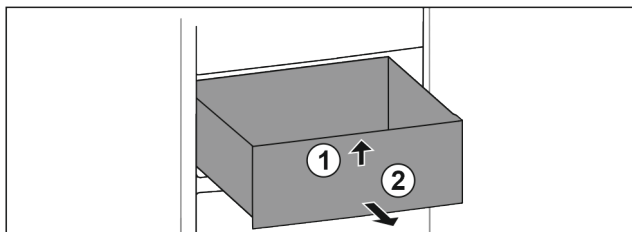

Fig. 89
- Nadzvedněte zásuvku vpředu. Fig. 89 (1)
- Vyjměte zásuvku dopředu. Fig. 89 (2)